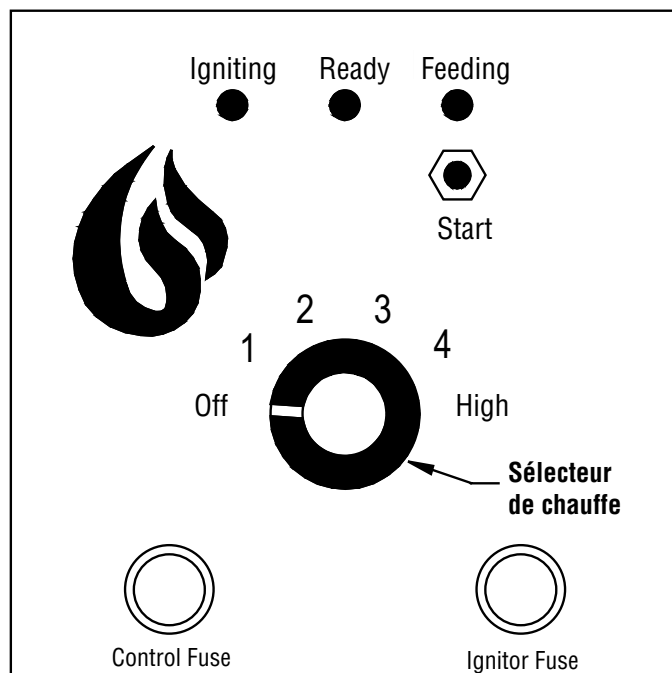

Figure 42
1. Placer le sélecteur de chauffe (voir **Figure 42**) sur la puissance désirée (1 à *High/Maxi*). Le témoin *Ready* s'allume en vert.